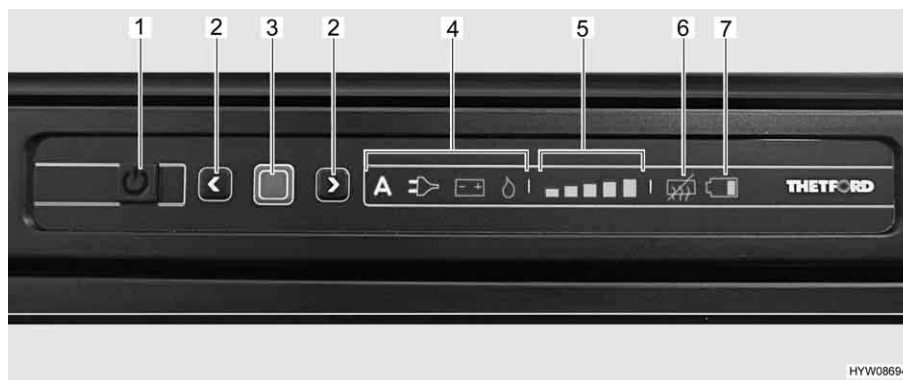

Fig. 98 Elementi di comando del frigorifero
Dopo l'accensione, il frigorifero seleziona automaticamente la regolazione del termostato impostata per ultima. Questa impostazione può essere modificata manualmente con i tasti freccia (Fig. 98,2). Le barre luminose dell'indicatore del livello di refrigerazione (Fig. 98,5) visualizzano la temperatura selezionata sul termostato.
Con i tasti freccia (Fig. 98,2) viene regolata la temperatura di refrigerazione per tutti i tre tipi di energia. Ci vogliono alcune ore prima che il frigorifero raggiunga la temperatura di esercizio impostata. Cambiando la modalità di funzionamento la regolazione del termostato non viene modificata. La temperatura di refrigerazione è indipendente dal tipo di energia utilizzata.
- Premere il tasto On/Off (Fig. 98,1) per 1 secondo. Il tasto si illumina di verde. Gli indicatori si illuminano per 10 secondi, quindi vengono smorzati per risparmiare energia.
- Premere il tasto di conferma (Fig. 98,3). L'impostazione attuale della modalità di funzionamento viene visualizzata.
- Premere il tasto di conferma (Fig. 98,3) per 2 secondi. Il simbolo della modalità di funzionamento (Fig. 98,4) lampeggia.
- Selezionare la modalità di funzionamento desiderata con i tasti freccia (Fig. 98,2).
- Premere il tasto di conferma (Fig. 98,3) per 2 secondi. I simboli della modalità di funzionamento lampeggiano.
- Premere nuovamente il tasto di conferma. L'indicatore del livello di refrigerazione (Fig. 98,5) lampeggia.
- Selezionare la potenza di raffreddamento desiderata con i tasti freccia (Fig. 98,2).
- Premere il tasto On/Off (Fig. 98,1) per circa 2 secondi. Tutte le spie si spengono.
- Premere entrambi i tasti freccia (Fig. 98,2) contemporaneamente per circa 2 secondi. Il simbolo di disattivazione della funzione anti-condensa (Fig. 98,6) si illumina.
- Premere entrambi i tasti freccia (Fig. 98,2) contemporaneamente per circa 2 secondi. Il simbolo di disattivazione della funzione anti-condensa (Fig. 98,6) si spegne.